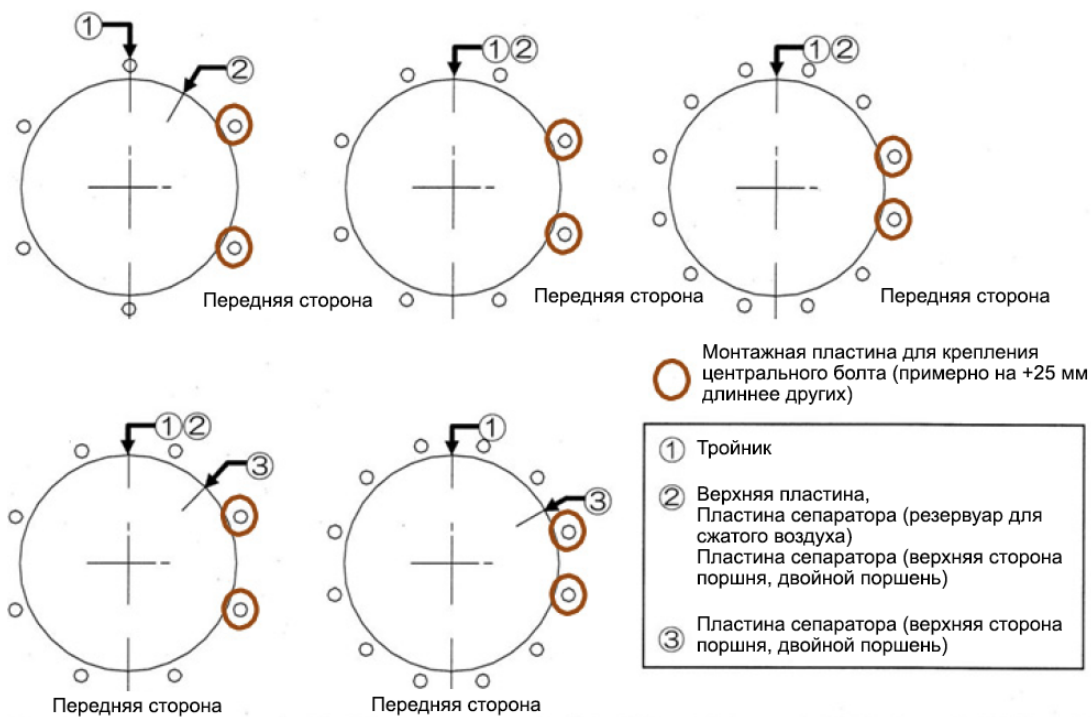

Рисунок 17 – Позиционирование центральных болтов
12. Замените уплотнительное кольцо (21) на верхней площадке (17) и уплотнительное кольцо (21) и направляющее кольцо (16) на узле пластины поршня (15) новыми деталями. Нанесите на уплотнительные кольца и направляющее кольцо силиконовую смазку (или эквивалентную).
13. Установите на место гильзу цилиндра (14) и верхнюю площадку (17), перемещая детали только в осевом направлении. Нанесите на внутреннюю поверхность гильзы цилиндра силиконовую смазку.
14. Проверьте правильность подключения линий подачи сжатого воздуха. Вставьте центральные болты в отверстия верхней площадки и тройника. Установите пружинные шайбы, наживите гайки и без усилий затяните их рукой. Установите пружинные шайбы снизу тройника и затяните гайки рукой. Убедитесь, что положение центральных болтов (примерно на 25 мм длиннее остальных) для пластины крепления принадлежностей, если есть, соответствует Рисунок 17.